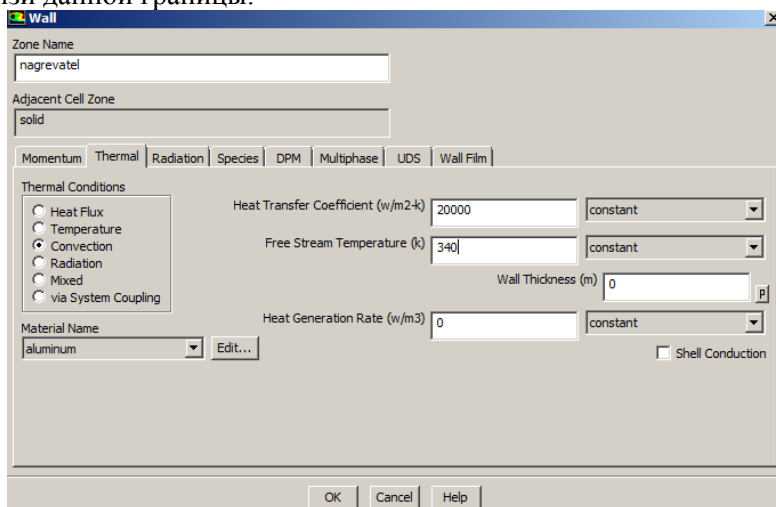

Рис. 41 – Настройка подогрева жидкости
**Шаг 12.** Затем настраивается граничное условие нагревателя (*nagrevatel*). Так как эта поверхность относится к поверхности большой трубы, для нее указывается шероховатость (*Roughness Height*) 1 мм. Затем во вкладке *Thermal* выбираются параметры конвективного теплообмена (*Convection*) и указываются следующие параметры (рис. 41):